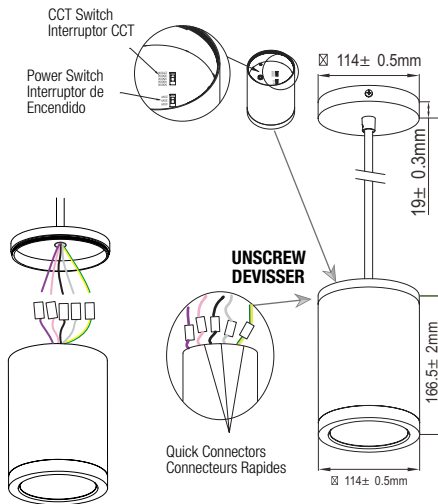

Fig. 2a
2. Connect the quick connectors between cylinder module and mounting kit wires. (Fig. 2a detail).
3. Assemble the luminaire by screwing the two parts (Fig. 2a).
2. Branchez les connecteurs rapides entre les fils du module cylindrique et ceux du kit de montage (Fig. 2a détail).
3. Assemblez le luminaire en vissant les deux parties (Fig. 2a).